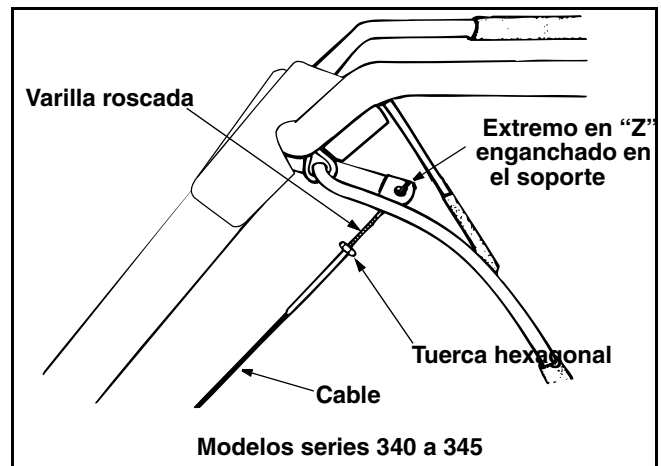

Figura 4
- Desenrosque la varilla del resto del cable. Enganche el extremo en "Z" de la varilla en el soporte que está debajo de la unidad de la manija desde el lado derecho. Vea la Figura 4.